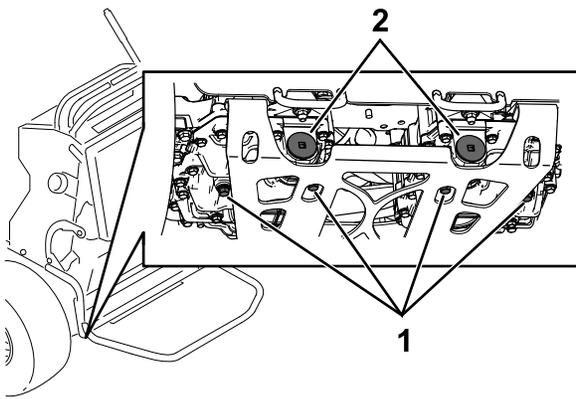

図 85
5. 左右のトランスミッションそれぞれの底部にあるドレンプラグの下にオイルを受ける容器を置く(図 85)。